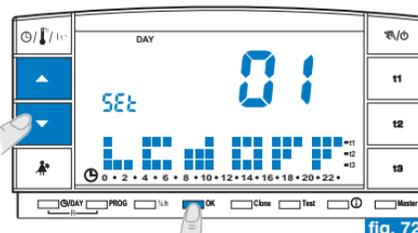

fig. 72
- Desde la pantalla de visualización del contraste de la pantalla (ejemplo fig. 69) pulsar las teclas ▲▼ para visualizar el nivel "01" LCd OFF (ejemplo fig. 72).